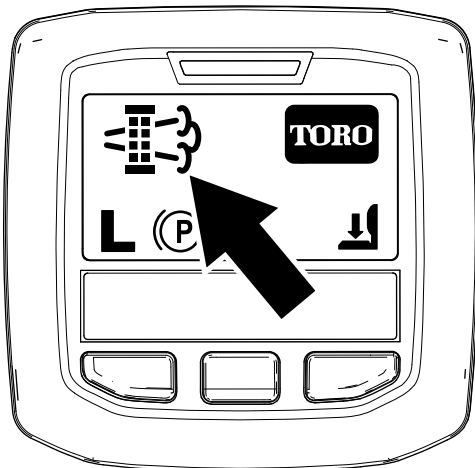

Figura 74
- Când computerul motorului solicită fie o regenerare în stare de parcare, fie o regenerare de recuperare, pictograma privind solicitarea de regenerare (Figura 74) este afiată în InfoCenter.